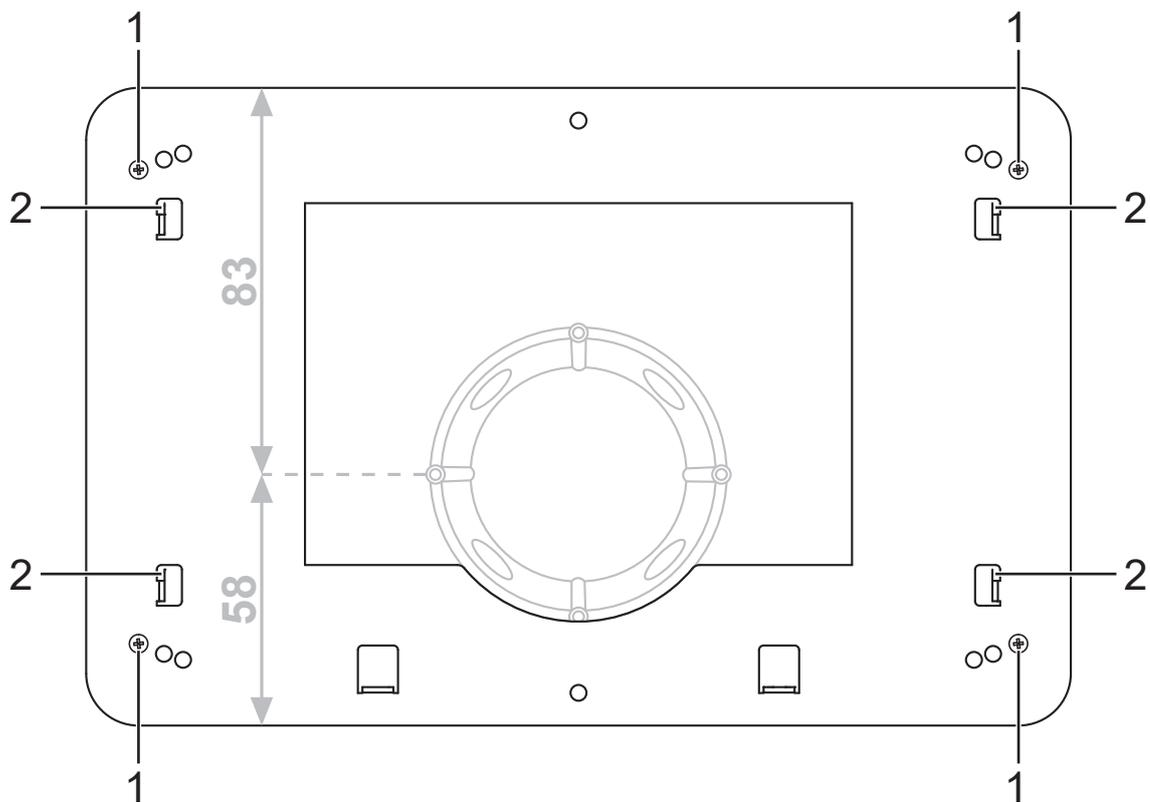
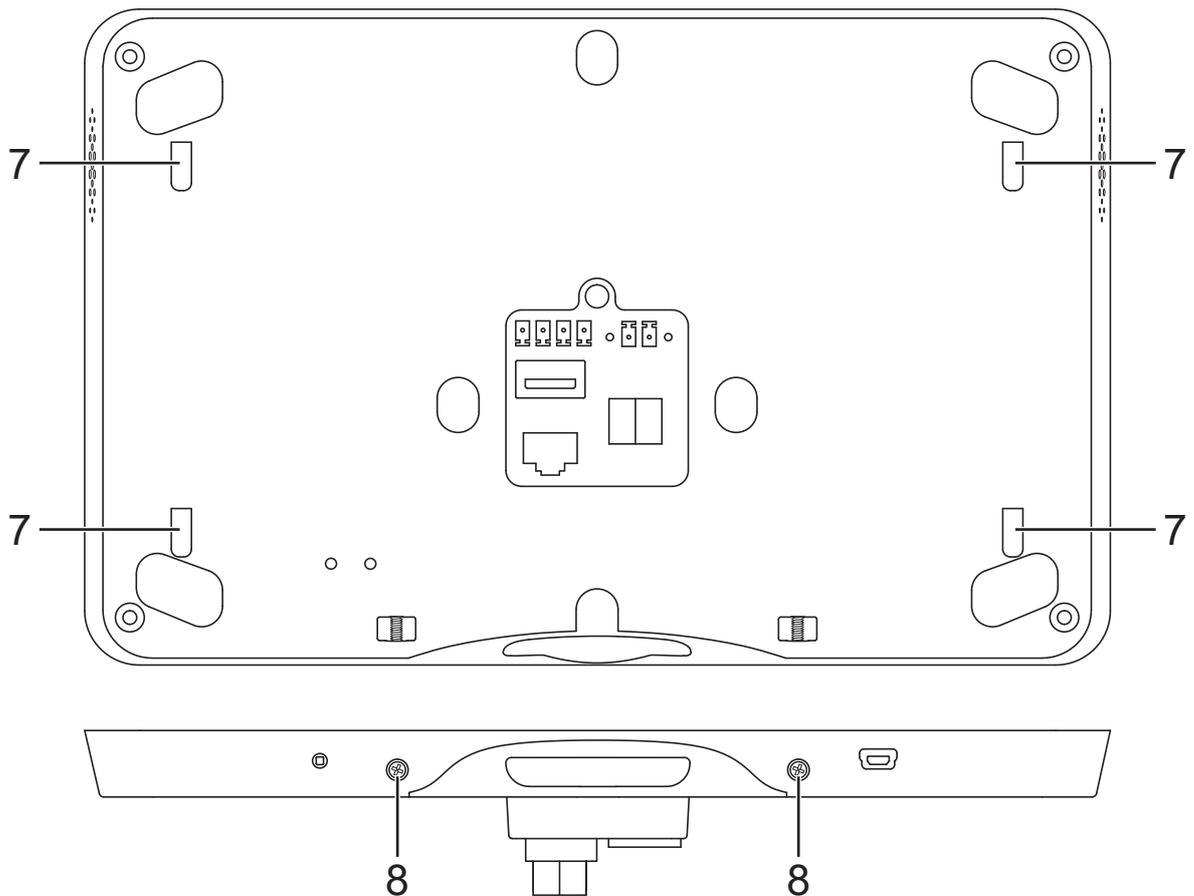

Abb. 2: Montage Adapter
Abb. 4: Montage Smart Panel
- Adapter mit insgesamt vier Arretierungsschrauben (1) auf Einbaugehäuse montieren. (Abb. 2)
- Aufhängungsöffnungen (7) am Smart Panel auf Befestigungshaken (2) am Adapter setzen. (Abb. 2 und Abb. 4)
- Smart Panel auf der Unterseite mit insgesamt zwei Arretierungsschrauben (8) am Adapter befestigen. (Abb. 4)